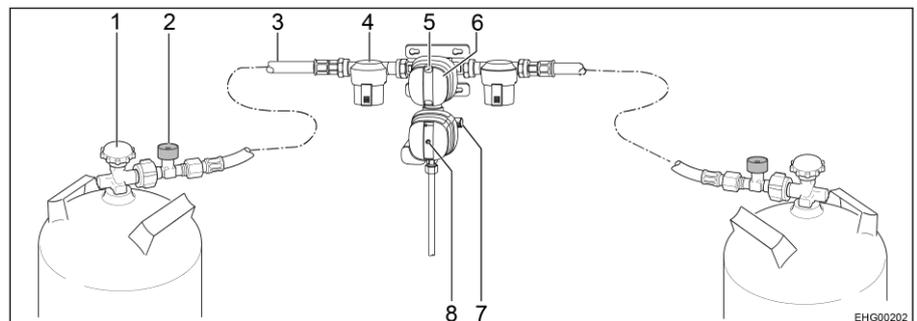

Fig. 94 Impianto di regolazione pressione gas di sicurezza DuoControl CS
L'impianto di regolazione DuoControl consiste in una valvola di commutazione e un sensore crash. L'impianto di regolazione DuoControl è montato tra i tubi flessibili per alta pressione (Fig. 94,3) con dispositivo antirottura del tubo flessibile (Fig. 94,2). Con la manopola (Fig. 94,6) sulla valvola di commutazione è possibile stabilire quale delle bombole del gas viene utilizzata come bombola in uso e quale come bombola di riserva.
Nella finestra di controllo (Fig. 94,5) viene visualizzato lo stato del rifornimento di gas:
Il sensore crash blocca l'alimentazione del gas in caso di forti vibrazioni (es. incidente). Lo stato operativo del sensore crash si riconosce dalla posizione del pulsante giallo di reset (Fig. 94,8):
- Se il pulsante giallo di reset (Fig. 94,8) è spinto in dentro, il sensore crash è pronto al funzionamento.
- Se il pulsante giallo di reset (Fig. 94,8) sporge, il sensore crash **non** è pronto al funzionamento. Per la messa in funzione, vedere di seguito.
Il dispositivo antirottura del tubo flessibile (Fig. 94,2) blocca il flusso di gas quando il tubo flessibile collegato si rompe. Il dispositivo antirottura del tubo flessibile deve essere attivato premendo il tasto verde.
- Con la manopola (Fig. 94,6) sulla valvola di commutazione selezionare la bombola del gas, da cui proviene la principale alimentazione del gas (bombola in uso). Girare la manopola fino all'arresto.
- Aprire le valvole principali di arresto (Fig. 94,1) delle bombole del gas.
- Premere per circa 5 secondi il tasto verde del dispositivo antirottura del tubo flessibile (Fig. 94,2). Nella finestra di controllo (Fig. 94,5) viene visualizzato il simbolo verde.
- Se il sensore crash è scattato (il pulsante giallo di reset (Fig. 94,8) sporge):
Spingere con forza in dentro il pulsante giallo di reset (Fig. 94,8), ruotarlo appena in senso orario e tenerlo premuto per 5 secondi. Assicurarsi che il pulsante di reset rimanga in posizione premuta ("pronto al funzionamento").
- Chiudere le valvole principali di arresto (Fig. 94,1) delle bombole del gas.
Se la spia di controllo verde (Fig. 95,6) si spegne durante il funzionamento e la spia di controllo rossa (Fig. 95,5) si accende, significa che la bombola in uso è vuota e deve essere sostituita. Nella finestra di controllo (Fig. 94,5) della rispettiva bombola del gas compare la tacca rossa. La bombola di riserva continua ad alimentare le utenze a gas.
- Ruotare la manopola (Fig. 94,6) fino all'arresto in direzione della bombola del gas attualmente in uso. In questo modo questa bombola del gas ora è la bombola in uso, mentre la bombola del gas vuota diventa la bombola di riserva. Il simbolo nella finestra di controllo (Fig. 94,5) passa da rosso a verde.
- Chiudere la valvola principale di arresto (Fig. 94,1) della bombola del gas vuota. Osservare la direzione della freccia.
- Premere il tasto verde del dispositivo antirottura del tubo flessibile (Fig. 94,2).